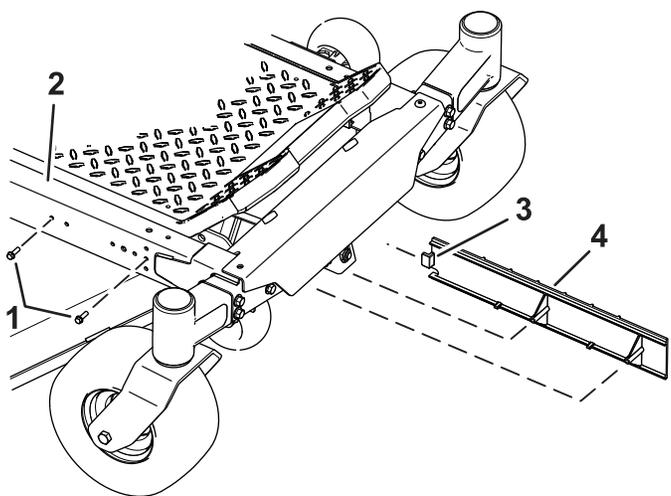

Figura 1
1. Rimuovete i bulloni dal telaio (Figura 1).
2. Fate scorrere la linguetta della protezione sul telaio per estrarla spostando la protezione in avanti (Figura 1).
1. Per le macchine **con** sistema di sospensioni MyRide, inserite la linguetta della protezione nel telaio facendola scorrere (Figura 1).
2. Per le macchine **con** sistema di sospensioni MyRide, inserite i bulloni nel telaio e nella protezione (Figura 1).